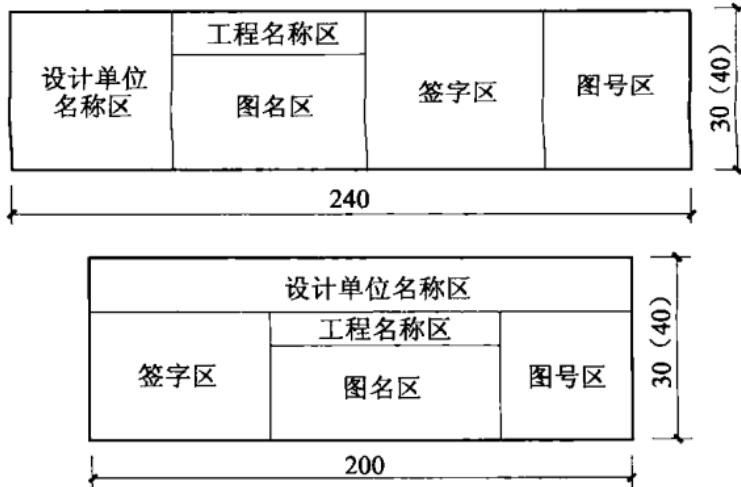

图 1-1-4 标题栏
(2) 标题栏应按图 1-1-4 所示，根据工程需要选择确定其尺寸、格式及分区。签字区应包含实名列和签名列。涉外工程的标题栏内，各项主要内容的中文下方应附有译文，设计单位的上方或左方，应加“中华人民共和国”字样。